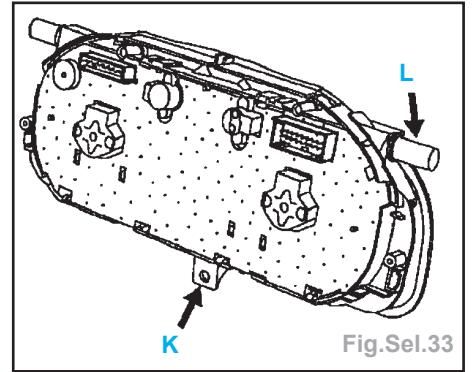

Fig.Sel.33
- Déposer la vis de fixation du tableau de bord (K) et dégager les deux axes en partie supérieure (L) (Fig.Sel.33).